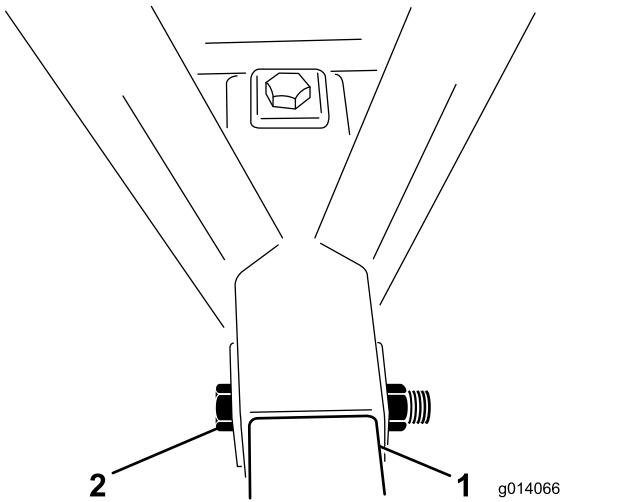

**Figure 3**
3. Dégagez la barre d'attelage de la position d'expédition en coupant les deux sangles qui la retiennent sur l'aile (Figure 3). Déposez les deux supports de montage situés sur l'aile et mettez-les au rebut.